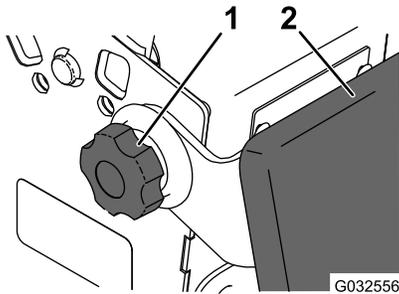

Figura 18
2. Afloje las perillas de giro de cada lado de la máquina (Figura 18).